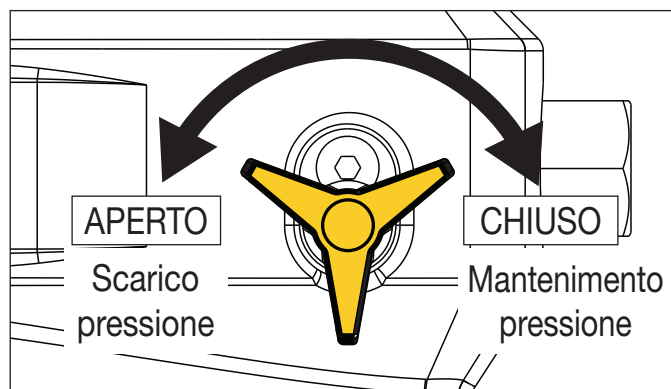

Figura 11: Valvola di rilascio
1. Per evitare che la pompa si avvii durante la realizzazione dei collegamenti idraulici, assicurarsi che l'interruttore di alimentazione della pompa sia in posizione OFF (O). Oppure, rimuovere la batteria dalla pompa (se installata).
2. Aprire la valvola di rilascio della pompa (ruotandola in senso antiorario di almeno un giro completo) per scaricare la pressione idraulica residua all'interno della pompa. Fare riferimento alla Figura 11 in questo manuale.
La pompa contiene una valvola di rilascio della pressione azionata manualmente. Quando la valvola è chiusa, viene mantenuta la pressione idraulica del sistema. All'apertura della valvola, la pressione viene scaricata nel serbatoio idraulico della pompa. Vedere la Figura 11.